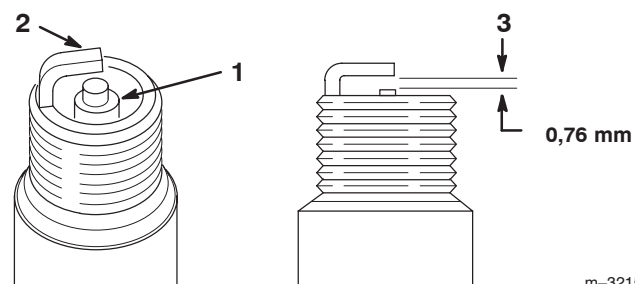

Figure 59
1. Inspectez le centre des bougies (Fig. 59).
2. Contrôlez l'écartement entre les électrodes centrale et latérale (Fig. 59) et pliez l'électrode latérale si l'écartement est incorrect.